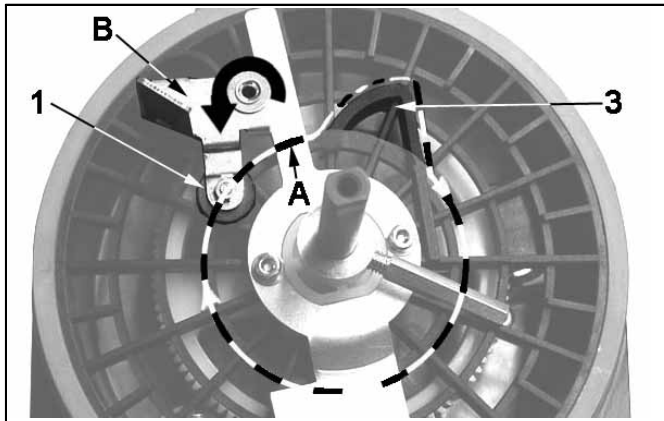

Abb. 8-1 Komponenten der Leermelde-Einheit
- Durch die Einlenkung des Rührflügels B (Abb. 8-1) im Schmierstoff, wird das drehbar gelagerte Leitblech mit dem Rundmagneten 1 nach innen gedrückt, auf Umlaufbahn A.
- Ein Steuernocken 3 (Abb. 8-1) führt den Rundmagneten mit dem drehbar gelagerten Leitblech zwangsläufig nach außen, Richtung Behälterwand. Nach Verlassen des Steuernockens, drückt der Schmierstoff gegen das Leitblech und bewegt den Magneten wieder nach innen (B).